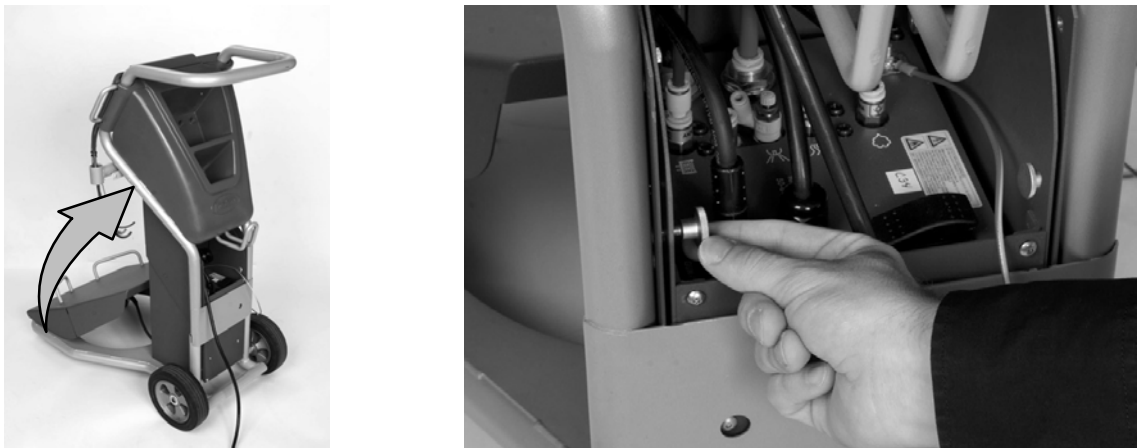

Abb. 2-5 Wagengriff aufklappen und in Position befestigen
2. Siehe Abbildung 2-5. Den Griff zum Aufklappen nach oben ziehen.